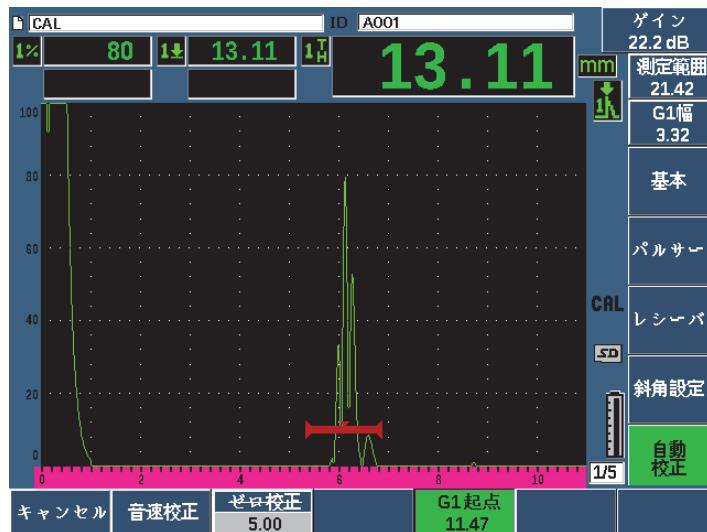

図 9-3 音速校正におけるゲート信号の例
- ゲート内の指示に対応するすでに分っている厚さ値を入力します（この例では、0.200 インチ）。それから、**続行** (P3 キー) を選択し、2 番目の校正ステップに進みます (162 ページの図 9-3 参照)。校正のこの段階で使用する厚さ値は、**ゼロ校正**パラメータボックスの基準として保存されます。